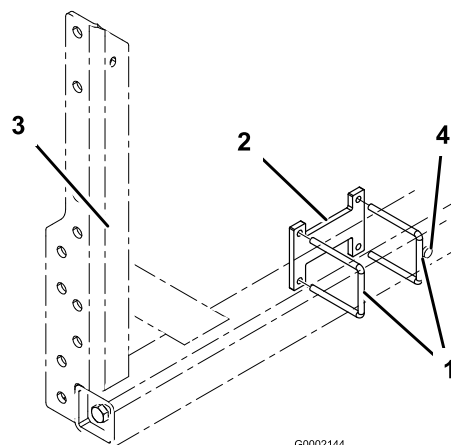

Bild 2
1. Befestigen Sie zwei U-Bügel und ein Distanzstück am Auslegerrahmen, wie in Bild 2 dargestellt. Positionieren